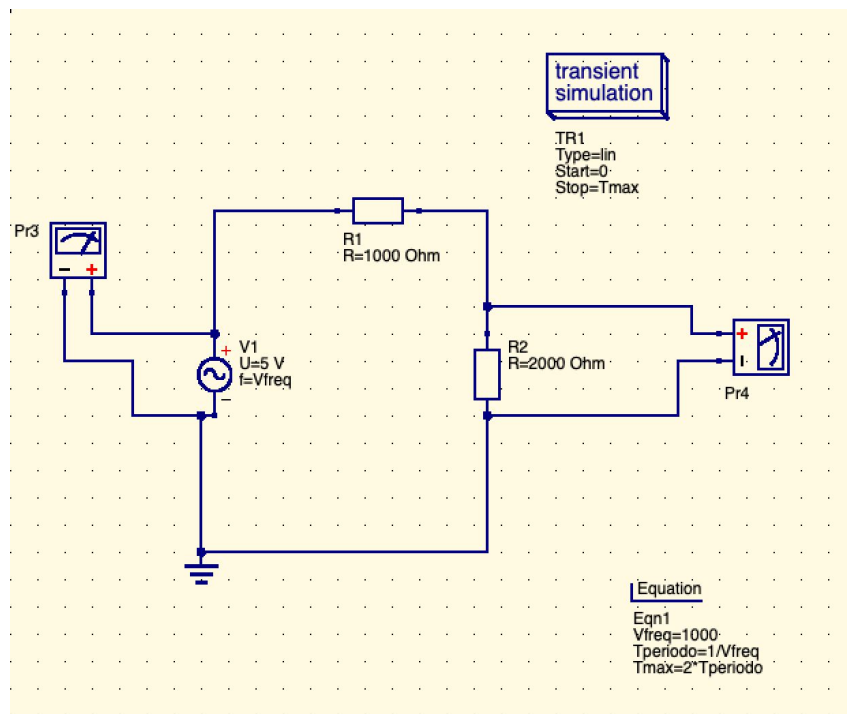

Figura 4: Circuito com fonte de tensão alternada e com dispositivos de medição conectados
3.3.1) O circuito da parte 3.3 do experimento foi montado no QUCS e o resultado está ilustrado na Figura 4.
A figura 4 já ilustra o esquema montado para fazer a simulação. Foram utilizados: Simulação de transiente, com os parâmetros mostrados na Figura 5; e o recurso Equação, com os valores ilustrados na Figura 6.